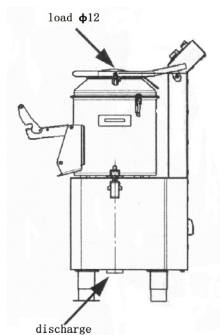

Bild. 1
2. Um die Kartoffeln aus dem Gerät zu entfernen, öffnen Sie Klappe der Ausgabeöffnung mit einer Hand und drücken Sie mit der anderen Hand die AUS- und START-Taste. Dadurch werden die Kartoffeln aus dem Gerät befördert (Bild 1).